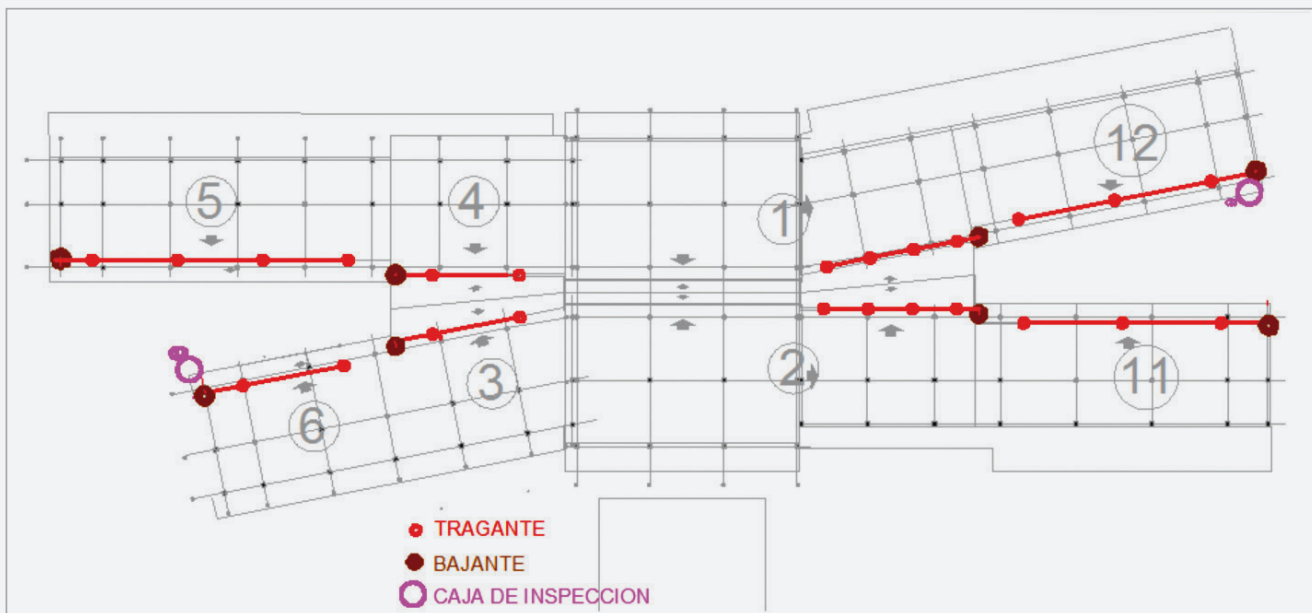

Figura 7. Localización de bajantes y tragantes.
3. Conociendo el número de tragantes y la separación entre estas, se procede a localizarlas. En la Figura 7 se puede observar la localización de tragantes y bajantes para la cubierta de nuestro ejemplo.